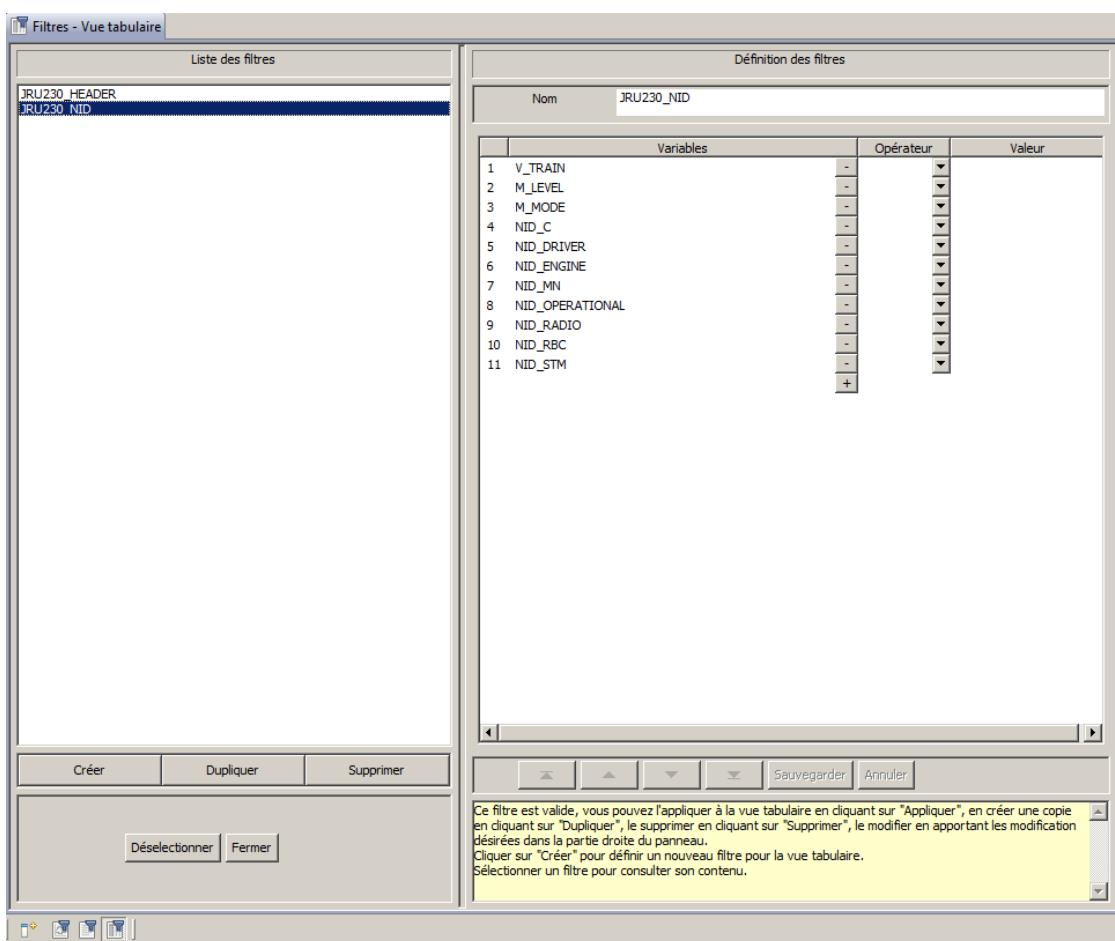

Figure 18
1. ouvrir le gestionnaire de filtres de la vue, sélectionner un filtre dans la liste des filtres existants et appuyer sur le bouton "*Appliquer*" (cf. Figure 18 par exemple)